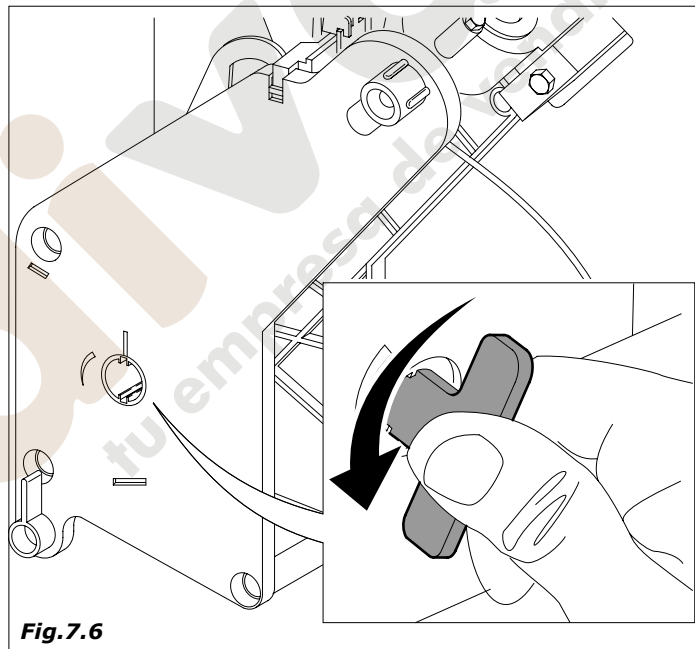

Fig. 7.6
- Pimpiar los residuos de café del grupo. Este se puede extraer para facilitar la tarea (Fig.7.6)